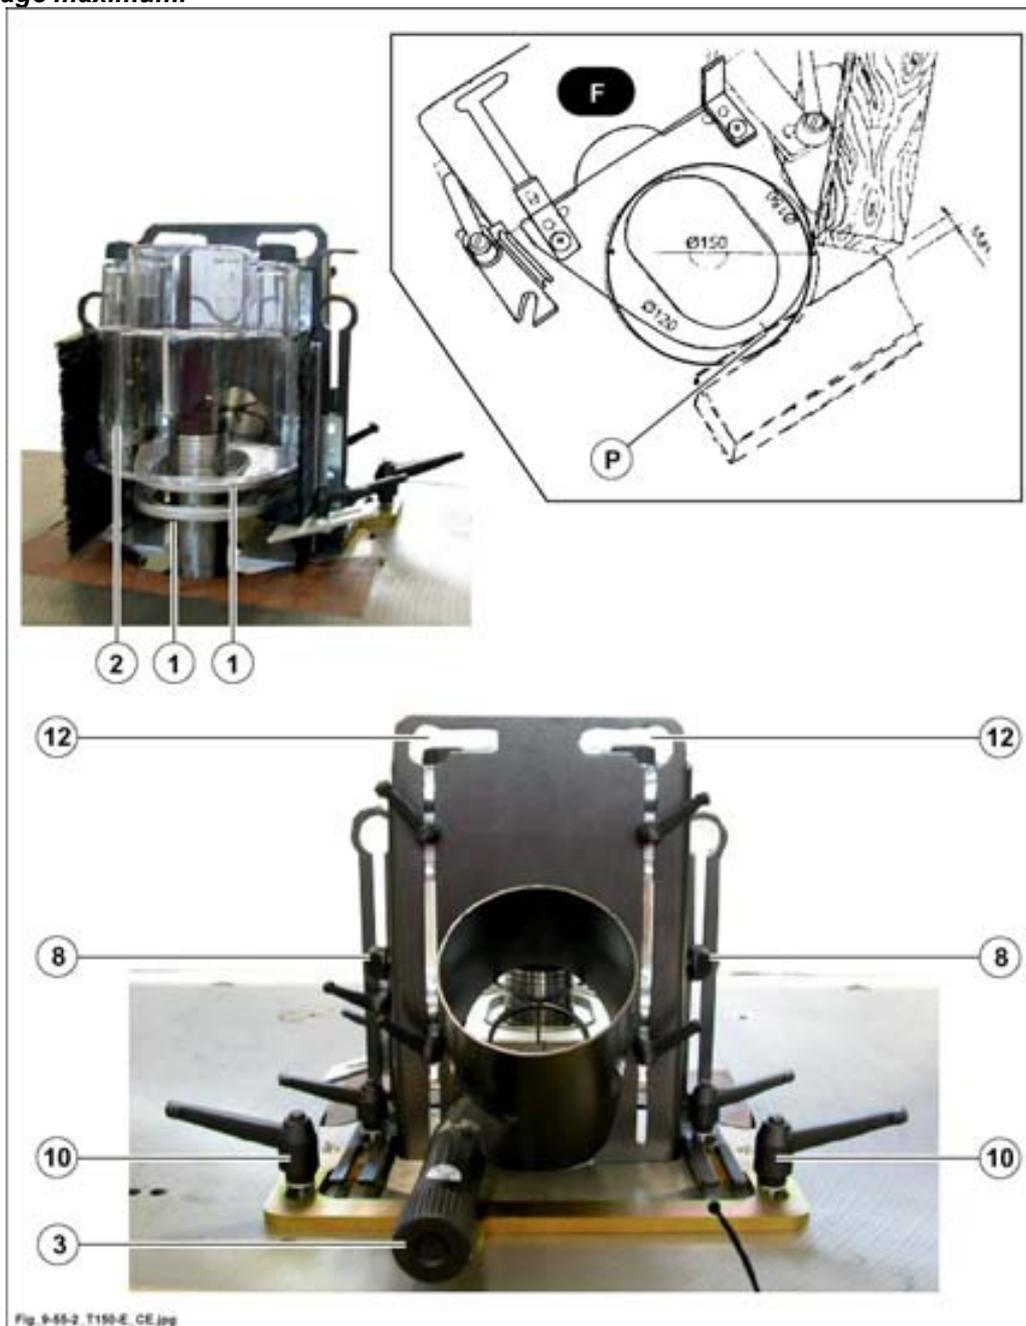

Fig. 9.55-2
- Desserrer les poignées (10 fig. 9.55-2) pour effectuer le réglage de la profondeur de passage; serrer les poignées (10 fig. 9.55-2).
- En agissant sur la poignée (3 fig. 9.55-2) on peut obtenir des déplacements minima de la protection.
- Les deux lunettes (1 fig. 9.55-2) peuvent être réglées en hauteur au-dessus et/ou au-dessous de l'outil et servent de butée pour la profondeur de passage.
- Sur chaque lunette sont indiqués les diamètres minimum et maximum des fraises (F fig. 9.55-2) pour lesquels la lunette est adéquate, l'un marqué sur le côté gauche et l'autre sur le côté droit.
Exemple: avec fraises de diamètre 120 -150 mm, monter la lunette de sorte que le diamètre relatif à la fraise montée (poinçonné sur celle-ci) soit sur le côté d'entrée, autrement dit celui contre lequel appuie le bois en usinage, (ex: avec la lunette standard, si l'on usine avec une fraise de 150 mm il faut positionner la lunette avec le côté marqué 150 en entrée, et non celui marqué 120); voir (F fig. 9.55-2).
Pour démonter le patin presseur (2 fig. 9.55-2):
- desserrer de quelques tours les poignées de blocage et les enlever en les faisant passer à travers les fentes (12 fig. 9.55-2).
- Desserrer les leviers (8 fig. 9.55-2) soulever la lunette dans la position la plus haute et rebloquer les leviers.
le patin presseur (2 fig. 9.55-2) devra être remonté et réglé de façon à ce qu'il maintienne le bois pressé sur la table et fonctionne comme protection de l'outil et optimiser l'aspiration des poussières.
Sur les lunettes est pratiquée une incision (P fig. 9.55-2) qui indique le point de profondeur de passage maximum.